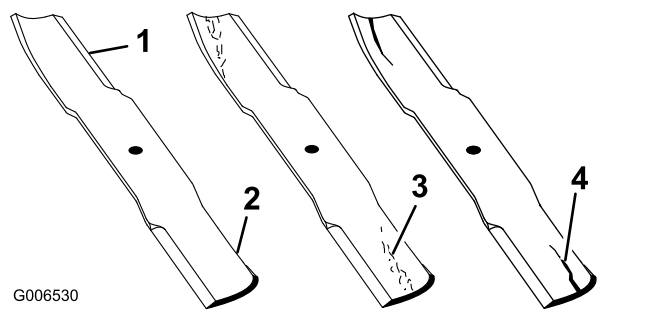

Figura 63
1. Inspectai marginile de tăiere (Figura 63).
4. Dacă observai orice crăpături, urme de uzură sau formarea unei fante în această zonă, instalați imediat o lamă nouă (Figura 63).